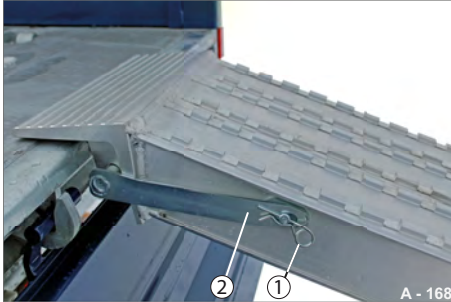

Abb. 179 Sicherungshebel sichern
- ▶ Stecken Sie den Federstecker (Abb. 179/1) in den Haltebolzen (Abb. 179/1) ein.